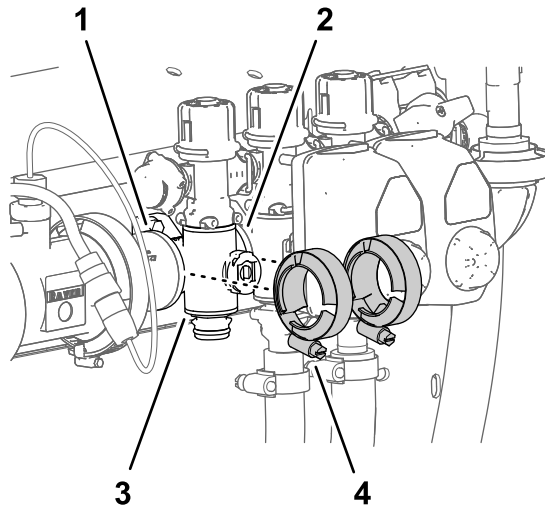

Figura 117
3. Retire las 2 bridas de fijación que sujetan el distribuidor de sección a las bridas de los componentes adyacentes (Figura 117).